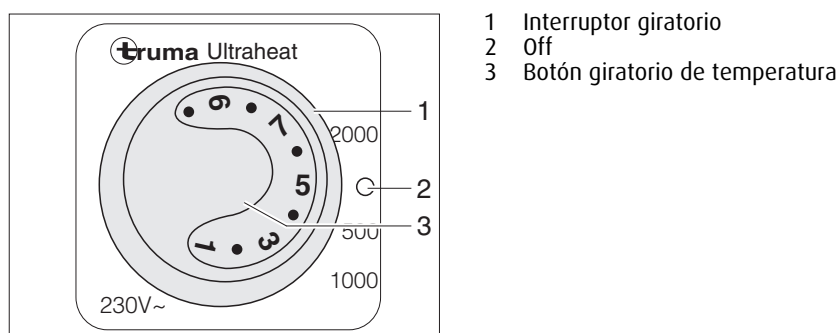

Fig. 118 Elemento de mando de la calefacción adicional eléctrica Ultraheat
- Ajustar el interruptor giratorio (Fig. 118,1) en el nivel de potencia deseado (500, 1 000 ó 2 000 W).
- Ajustar el botón giratorio de temperatura (Fig. 118,3) al nivel de potencia deseado.
- Ajustar el interruptor giratorio (Fig. 118,1) en "O" (Fig. 118,2).